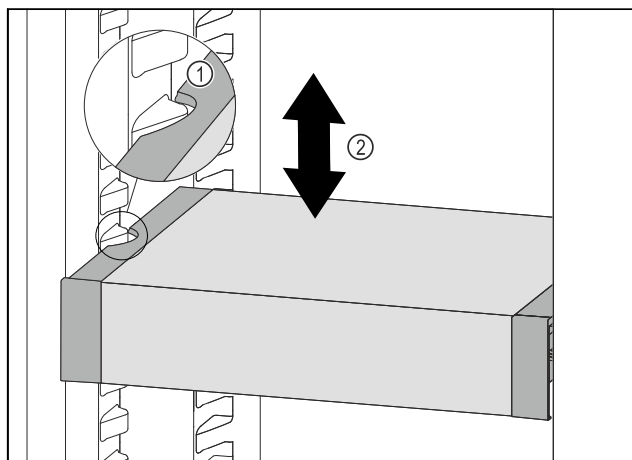

Fig. 104
- Tirare VarioSafe in avanti fino a quando le cavità laterali di VarioSafe non si trovano al livello della nervatura del contenitore nel vano frigorifero. Fig. 104 (1)
- Spostare VarioSafe verso l'alto o verso il basso nel vano frigorifero fino a raggiungere l'altezza desiderata. Fig. 104 (2)